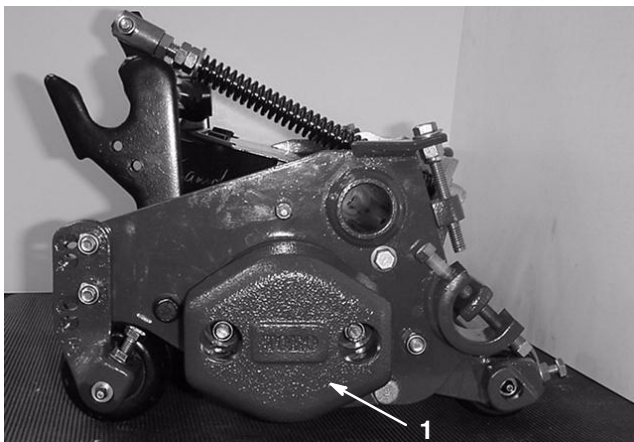

Figure 18
- A. Retirez les écrous de montage du contrepoids (Fig. 18).
2. Déposez le contrepoids (Fig. 18).